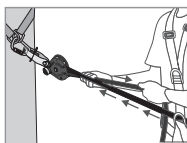
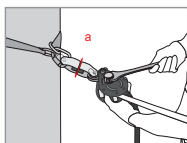

Fig. 3
Fig. 4
Dopo aver terminato l'installazione della linea di vita, tirare manualmente la corda (dal lato del nodo all'estremità - Fig. 3) in modo da effettuare una prerregolazione della tensione. La camma (8) e la leva della camma (4) entreranno automaticamente in contatto con la corda. Abbassare la leva della camma (4), quindi, servendosi di una chiave adeguata, tendere l'asse di regolazione della tensione (1) fino a quando la rondella indicatore di tensione (a) posta sull'indicatore di tensione (2) non ruoterà liberamente (Fig. 4). Non appena la rondella ruota liberamente, SMETTERE DI SERRARE! La tensione applicata corrisponde a una pretensione della linea di circa 1 kN. Durante l'uso controllare periodicamente la tensione (rotazione della rondella indicatore di tensione) e, se necessario, regolarla come indicato sopra.
**ATTENZIONE!** Non tentare di disserrare l'asse di regolazione della tensione (1) usando una chiave: la camma (8) resiste al disserraggio e alle rotazioni in senso antiorario. Agire in tal senso per forzare il disserraggio può influire negativamente sul funzionamento del sistema e sullo stato della corda.